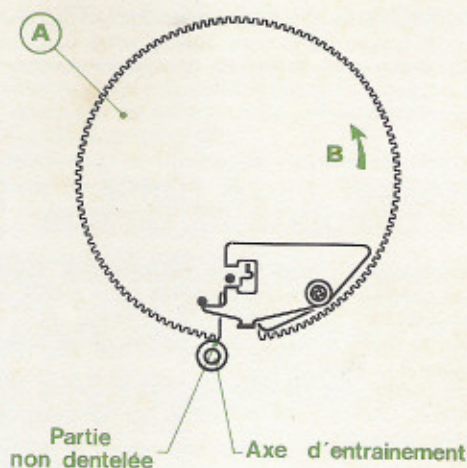

Fig. 3
- Tourner la roue dentée (A) dans le sens de la flèche (B) pour faire coïncider la partie non dentée de la roue et l'axe du plateau (Fig. 3).